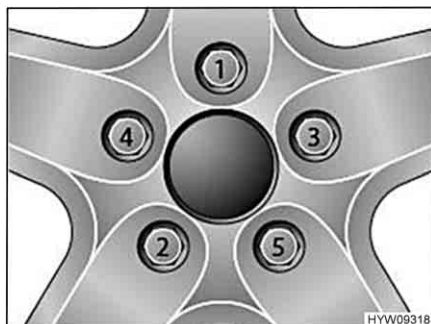

Fig. 212 Serraggio a croce di dadi delle ruote e bulloni delle ruote
- Serrare i dadi delle ruote o i bulloni delle ruote nell'ordine riportato in Fig. 212. A tale scopo, utilizzare una chiave dinamometrica e rispettare la coppia di serraggio indicata (vedi paragrafo 13.5.2).
- Controllare regolarmente il serraggio dei dadi o dei bulloni. Regolare il serraggio dei dadi delle ruote o dei bulloni delle ruote di una ruota sostituita dopo circa 50 km. A tale scopo, procedere seguendo l'ordine indicato in Fig. 212.
- Se si utilizzano cerchioni nuovi o riverniciati, regolare il serraggio dei bulloni o dei dadi dopo altri 1000 - 5000 km. A tale scopo, procedere seguendo l'ordine indicato in Fig. 212.
- ▷ Serrare a croce i dadi o i bulloni delle ruote (Fig. 212).